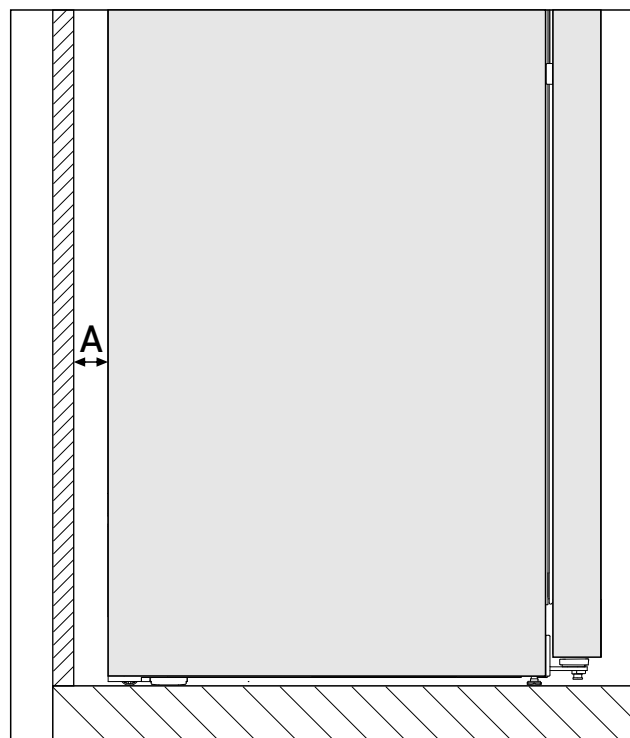

Fig. 2 *
Потребление электроэнергии определено при расстоянии Fig. 2 (A) между задней стенкой устройства и стеной помещения. Расстояние до стены помещения менее Fig. 2 (A) не влияет на функциональность устройства, но незначительно увеличивает потребление электроэнергии устройства.*